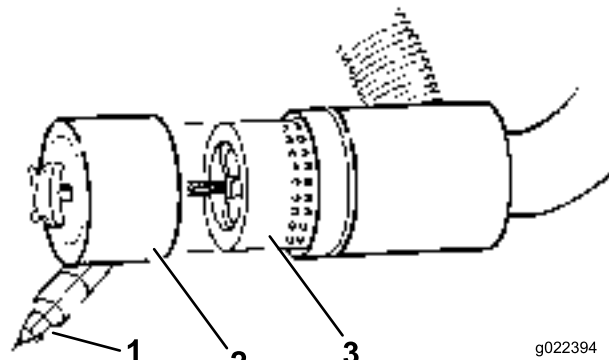

Figure 48
3. Déposez et remplacez le filtre (Figure 48).